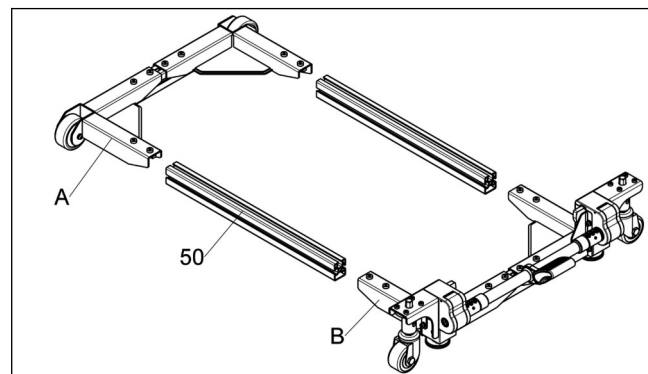

图 8
d. 将长侧轨 “50” 两端分别插入后角架组件 “A” 与前角架组件 “B”。（见图 8）